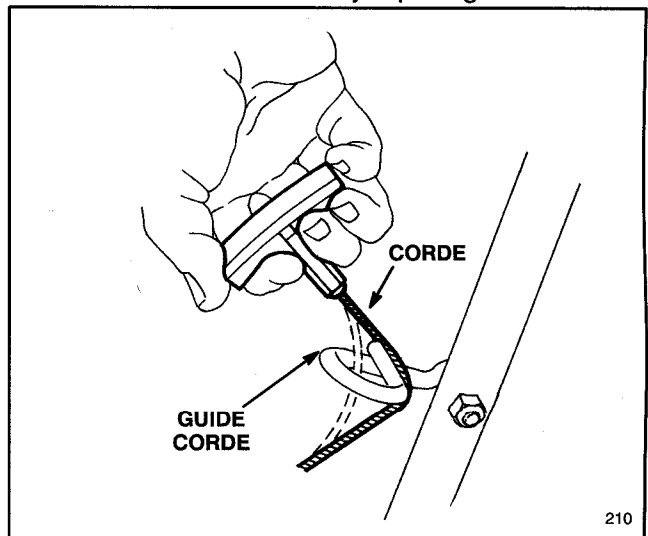

Figure 4
9. Tirer le cordon du démarreur le long du mancheron et le passer dans le guide (Fig. 4). Serrer la barre de commande contre le mancheron de manière à désengager le frein pour permettre au cordon de pouvoir être tiré facilement jusqu'au guide.